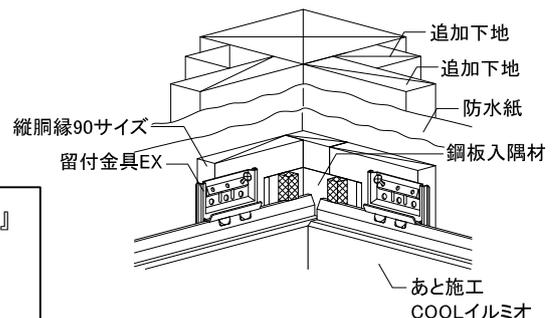

図3 あと施工COOLイルミオの施工
- 実に留付金具EXを確実に納め、モエン用釘(ステンスリング釘φ2.3×38mm)または専用ビス(φ4.1×35mm)を用い、先に施工したCOOLイルミオに突き付けて留め付ける。(図3参照)